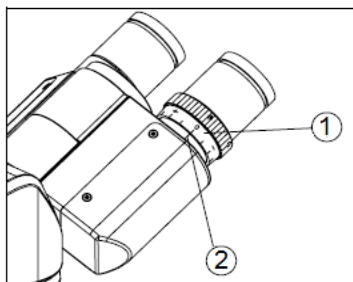

Fig. 1 Réglage des dioptries
- Puis, regarder à travers l'oculaire gauche avec l'œil gauche. Si l'image n'est pas nette, tourner la bague de réglage des dioptries (1), jusqu'à ce que l'objet soit bien net (Fig. 1).